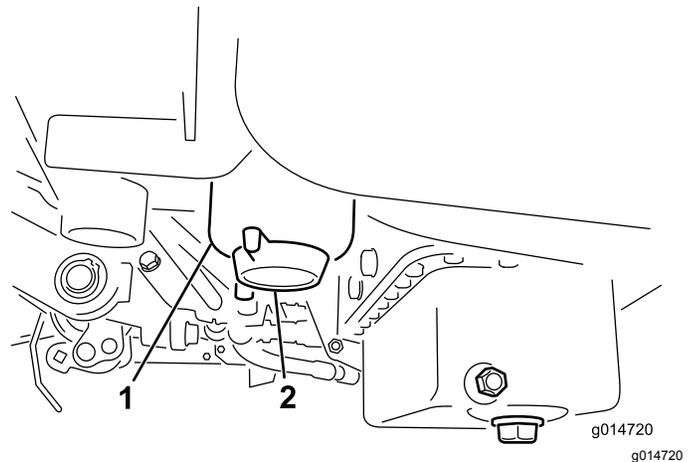

Рисунок 31
3. Откройте сливную пробку на топливном фильтре примерно на один оборот и слейте всю накопившуюся воду (Рисунок 31).